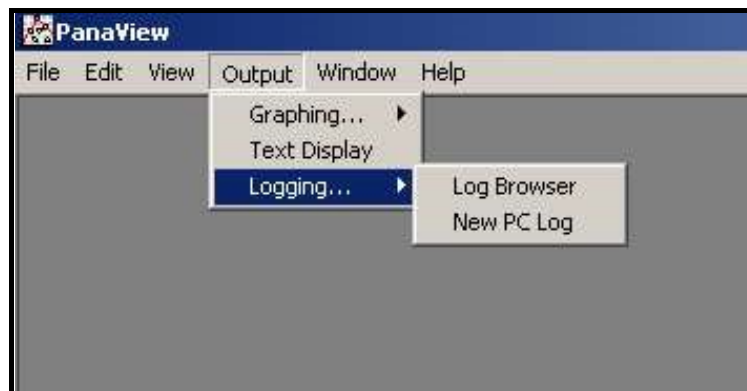

Figura 24: Navegador de registro en la opción de registro
1. Desde PanaView, haga clic en la opción de *registro* en el menú de *salida*. A continuación, haga clic en la opción *Navegador de registro*, como se muestra en la *Figura 24*.